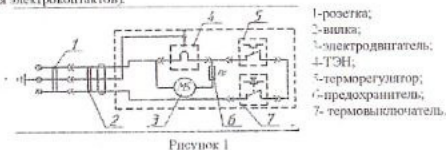

Рисунок 1
4.3 Подключение электроподогревателя (как электроприбора класса защиты I) допускается только к трехпроводной (с контуром заземления) однофазной питающей сети 220 В (см. рис. 1).